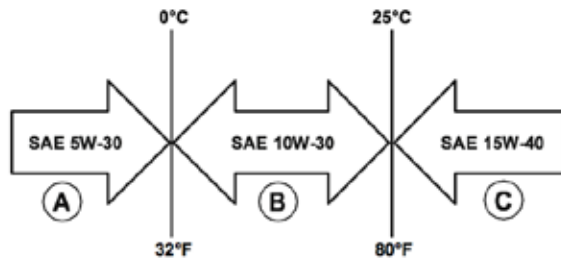

Figure 12: Huile recommandée
1. Utilisez uniquement l'huile moteur spécifiée à la Figure 12.
7. Sélectionnez l'huile moteur appropriée comme spécifié dans La figure 12.